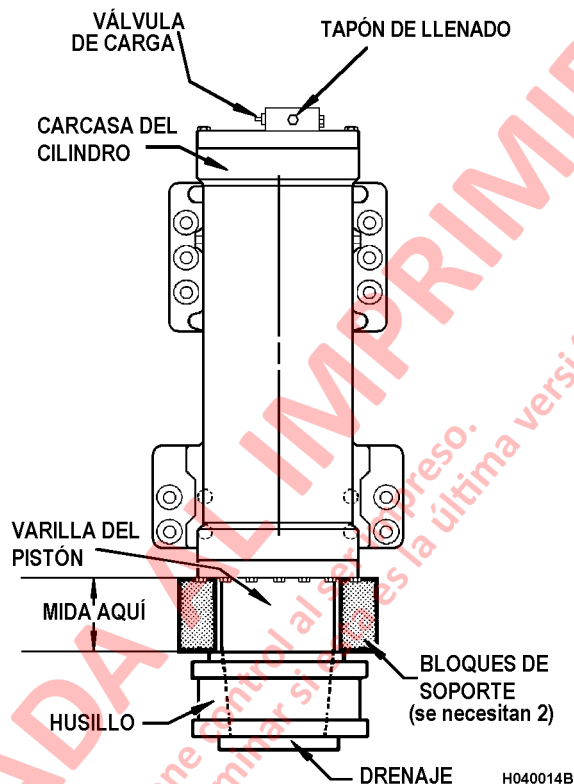

FIGURA 4-2. SUSPENSIÓN DELANTERA
Se pueden fabricar bloques de soporte de diversas maneras, se recomiendan materiales de acero suave. Se puede utilizar hierro cuadrado o segmentos de tuberías de al menos 25 mm (1 in). Los bloques deben ser capaces de soportar el peso del camión durante los procedimientos de carga y llenado de aceite y, a su vez, evitar el contacto con las superficies niqueladas y los sellos de la suspensión. Consulte la Figura 4-2 para ver la ubicación del bloque de soporte de la suspensión delantera y la Figura 4-4 para la ubicación del bloque de soporte de la suspensión trasera.
1. Ubique y asegure los bloques de dimensión de altura de llenado a 180° para darles estabilidad (vea la Figura 4-2). Cuando se libere la presión de nitrógeno, las suspensiones bajarán y descansarán sobre los bloques. Asegúrese de que los bloques no marquen o rayen las superficies niqueladas de los pistones, ni dañen los sellos rascadores en el retén del rodamiento inferior. Los bloques de soporte deben asentarse en el husillo y la caja del cilindro.
2. Retire la tapa de la válvula de carga. Gire la tuerca giratoria (hexagonal pequeña) (3) hacia la izquierda tres vueltas completas para remover el sello de la válvula. NO GIRE la hexagonal grande. El cuerpo de la válvula de carga tiene una ranura de purga en sus hilos de montaje, pero para seguridad de todo el personal, el cuerpo de la válvula no se debe soltar hasta haber liberado toda la presión de nitrógeno de la suspensión.
4. Retire el tapón de llenado superior que se encuentra junto a la válvula de carga (vea la Figura 4-2).
7. Para bajar el camión a los bloques de carga, abra la válvula de entrada (4) hasta que la presión caiga bajo la indicada en la tabla a continuación de la Figura 4-2, luego cierre la válvula.
8. Instale la manguera central al múltiple (6).
9. Cargue las suspensiones a la presión indicada en la Figura 4-2. NO UTILICE una sobrecarga de nitrógeno para levantar las suspensiones de los bloques de carga.